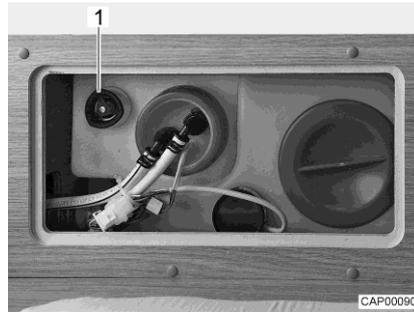

Fig. 123 Réservoir d'eau avec poignée tournante
- Faire tourner à fond dans le sens des aiguilles d'une montre la poignée tournante (Fig. 123,1) située sur le réservoir d'eau.
- Faire tourner la poignée tournante (Fig. 123,1) située sur le réservoir d'eau dans le sens inverse des aiguilles d'une montre jusqu'à ressentir une résistance. L'eau s'écoule, env. 20 litres restent.